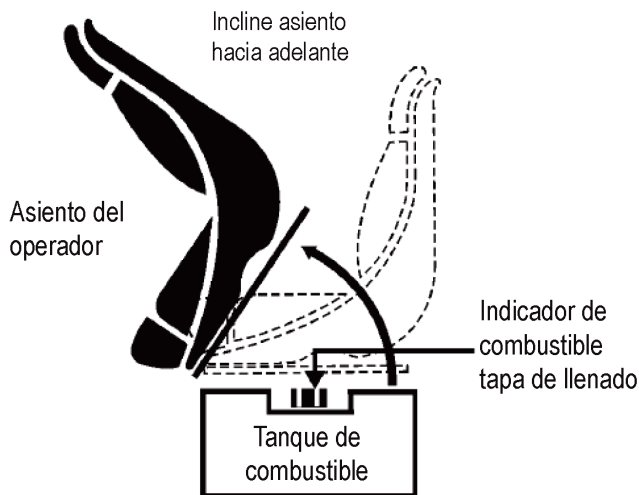

Figura 10. Acceso al Tanque de combustible
2. Inclíne el asiento del operador (Figura 10) hacia adelante para obtener acceso al tanque de combustible.